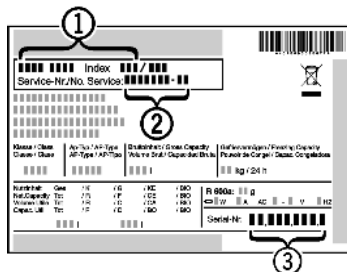

Fig. 11
- ▶ Identificați denumirea aparatului Fig. 11 (1), numărul de service Fig. 11 (2) și numărul de serie Fig. 11 (3) pe marca de fabricație. Marca de fabricație se află pe partea stângă în interiorul aparatului.
- ▶ Informații serviciul de asistență a clienților și comunicați tipul defecțiunii, denumirea aparatului Fig. 11 (1), numărul de service Fig. 11 (2) și numărul de serie Fig. 11 (3).